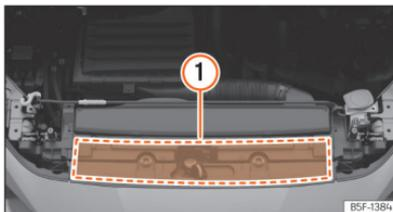

Abb. 207 Im Motorraum: Position des Aufklebers mit Motoröl-Spezifikationen
»» (Abb. 207) ①. Bei Verwendung des empfohlenen Motoröls kann das Motoröl so oft wie erforderlich nachgefüllt werden.